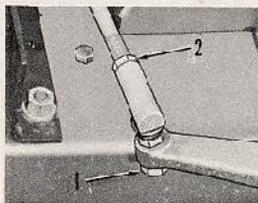

FIGURE 21
3. Enlevez l'écrou et la rondelle du bras de direction, Fig. 21, Réf. 1.
4. Desserrez l'écrou de blocage, tel qu'illustré à la Fig. 21, Réf. 2.
ENGIN -- Numéros de modèle et de série: Les numéros de modèle et de série sont estampés sur une plaque qui est attachée au logement du volant juste au-dessus du démarreur, tel qu'illustré à la Fig. 21. Le numéro de série: Le numéro de série est aussi estampé sur un bouchon du côté primaire du carter, tel qu'illustré à la Fig. 22.